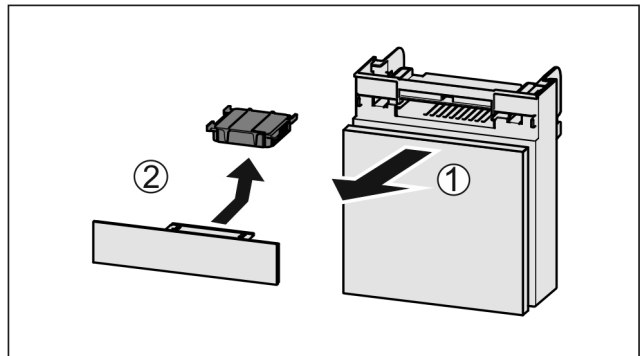

Fig. 35
- Lade vanaf de voorkant eruit trekken Fig. 35 (1).
- Actiefkoolfilter verwijderen Fig. 35 (2).